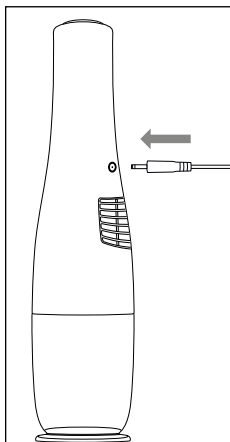

Abb. 1
- ◆ Verbinden Sie den Hohlstecker **10** des Netzteils **11** mit der Ladebuchse **8** an der Unterseite des Gerätes (siehe Abb. 1). Stecken Sie den Netzstecker des Netzteils **11** in die Steckdose. Die Ladekontrollleuchte **6** beginnt blau zu blinken und der Ladevorgang beginnt.